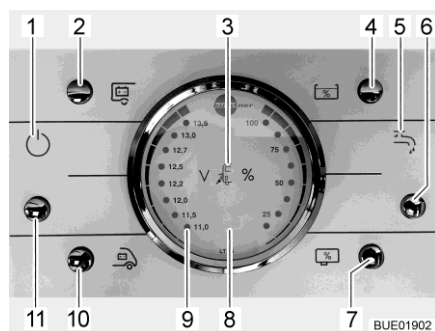

Fig. 135 Panneau de contrôle LT 96
La touche (Fig. 135,11) allume ou éteint le panneau de contrôle et l'alimentation 12 V de la cellule.
**Mettre en marche :** ■ Appuyer sur la touche (Fig. 135,11) : L'alimentation 12 V de la cellule est assurée. Le voyant de contrôle (Fig. 135,1) s'allume.
**Mettre hors service :** ■ Appuyer sur la touche (Fig. 135,11) : L'alimentation 12 V de la cellule est coupée. Le voyant de contrôle (Fig. 135,1) s'éteint.
Observer la graduation de gauche sur l'indicateur de charge/de niveau de réservoir (Fig. 135,8). L'indicateur s'éclaire automatiquement dès qu'une touche est pressée.
- Appuyer sur la touche (Fig. 135,10) : La tension de la batterie de démarrage est affichée.
- Appuyer sur la touche (Fig. 135,2) : La tension de la batterie de cellule est affichée.
Observer la graduation de droite sur l'indicateur de charge/de niveau de réservoir (Fig. 135,8). L'indicateur s'éclaire automatiquement dès qu'une touche est pressée.
- Appuyer sur la touche (Fig. 135,4) : Le niveau du réservoir d'eau est affiché.
- Appuyer sur la touche (Fig. 135,7) : Le niveau du réservoir d'eaux usées est affiché.
- Appuyer sur la touche (Fig. 135,6) : L'alimentation en eau est activée. Le voyant de contrôle de la pompe à eau (Fig. 135,5) s'allume.
- Appuyer sur la touche (Fig. 135,6) : L'alimentation en eau est désactivée. Le voyant de contrôle de la pompe à eau (Fig. 135,5) s'éteint.
Le voyant d'alerte rouge "ALARM" (alarme) (Fig. 135,9) clignote dès que la charge de la batterie de cellule descend en dessous de 11 V (mesurée en marche) et qu'il y a risque de décharge profonde des batteries.
Le voyant de contrôle 12 V (Fig. 135,1) s'allume dès que la touche principale 12 V (Fig. 135,11) est enclenchée.
Le voyant de contrôle 230 V (Fig. 135,3) s'allume si l'arrivée du bloc électrique est sous tension de réseau.